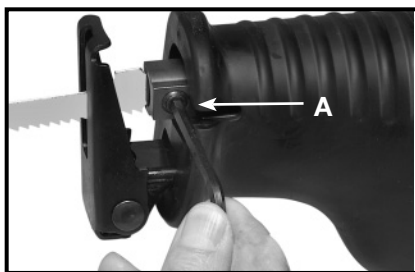
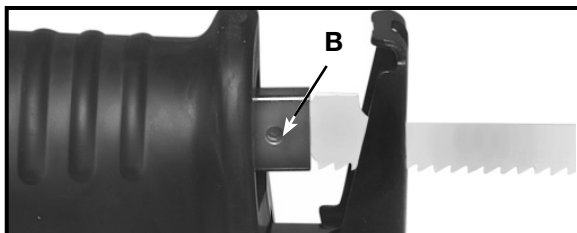

Fig. 2
Fig. 3
2. Meta la segueta en el seguro de segueta hasta el fondo, (A) Fig. 2. Con la segueta en esta posición: el agujero en la espiga de la segueta se alinearán con el agujero (B) Fig. 3, en la parte trasera del seguro de segueta.